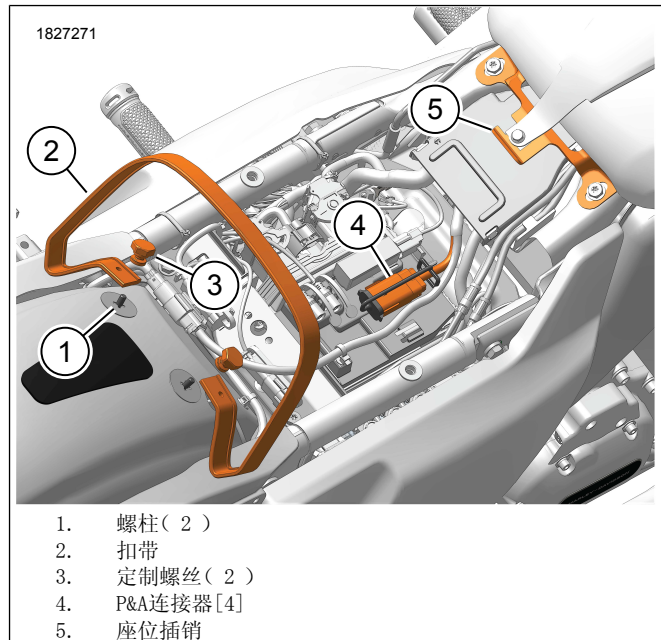

图2。部件位置
1. 参见图2。安装新扣带。
3. 参见图2。将座椅线束连接器(5)连接到P&A附件连接器(4)上。
5. 参见图2。将座椅后部穿过扣带(2)插入，直到座椅前部下侧的座椅安装槽(6, 图7)位于座椅舌片(5)后方。
6. 参见图2。向前滑动座椅，直到座椅舌片完全卡入座椅安装槽(5)中。